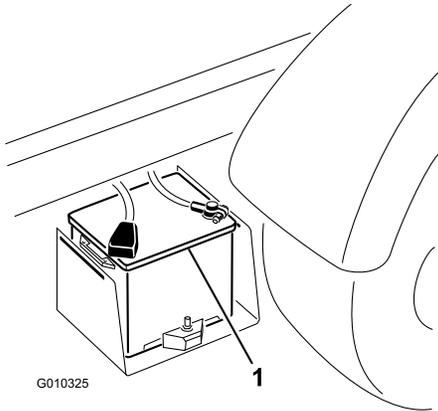

図 6
5. 充電が終わったらチャージャをコンセントから抜き、バッテリー端子からははずす (図 6)。